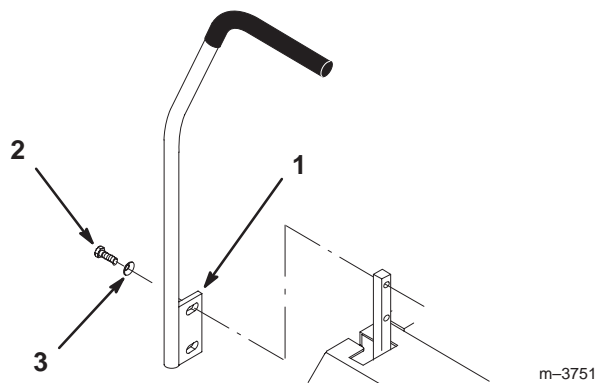

Figure 4
1. Retirez les 4 boulons (3/8 x 1 pouce) et 4 rondelles élastiques (3/8 pouce) qui fixent les leviers de commande de déplacement aux axes des bras de commande pour l'expédition (Fig. 4).
2. Placez les leviers (plaque de montage dirigée vers l'arrière) à l'extérieur des axes des bras de commande et fixez-les en place au moyen des 4 boulons (3/8 x 1 pouce) et 4 rondelles élastiques (3/8 pouce) (Fig. 4).
4. Alignez l'avant et l'arrière des leviers, l'un par rapport à l'autre, en position point mort. Desserrez les fixations et réglez en faisant glisser/en inclinant le(s) levier(s) en avant ou en arrière jusqu'à ce qu'ils soient correctement alignés (Fig. 4).